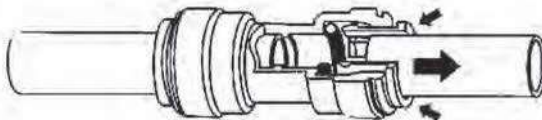

Рис. 6
4. Вытяните трубку, удерживая кольцо нажатым (**рис. 6**).